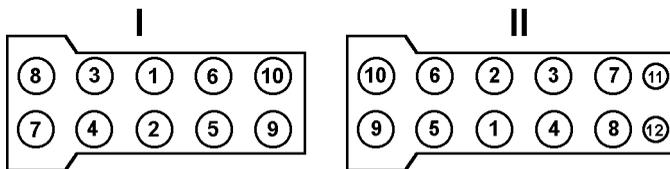

Рис. 9.18. Последовательность затяжки болтов крепления головки блока цилиндров
**Головка блока цилиндров двигателя ЗМЗ-409.** При эксплуатации двигателя производить подтяжку болтов крепления головки блока цилиндров не требуется. При необходимости затяжку производите только на холодном двигателе. Для обеспечения равномерного и плотного прилегания головки блока цилиндров к прокладке затяжку болтов производите в после-довательности, указанной на рис. 9.18